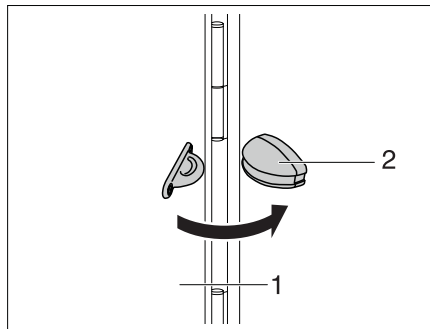

Bild 36 Feststeller Außenklappe
- Die Außenklappe (Bild 36,1) öffnen und gegen die Wand des Fahrzeugs klappen.
- Die Außenklappe in den Feststeller (Bild 36,2) drücken.
- Die Außenklappe (Bild 36,1) mit einem kräftigen Zug aus dem Feststeller (Bild 36,2) ziehen.